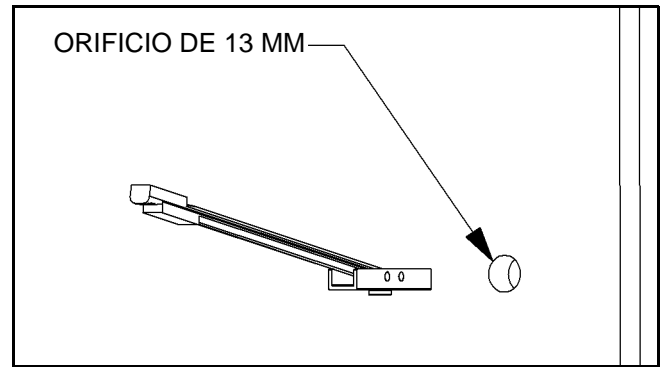

Figura 9.
2. Utilizando un soporte de pared (20) para bocina como plantilla, marque la ubicación de los dos orificios de montaje.
3. Taladre un orificio de 13 mm en la ubicación deseada, verificando que la pared tenga un espesor mínimo de 13 mm. Si la pared está hecha con columnas metálicas, se recomienda instalar el anclaje a través de la pared drywall y la columna metálica (véase la figura 9).